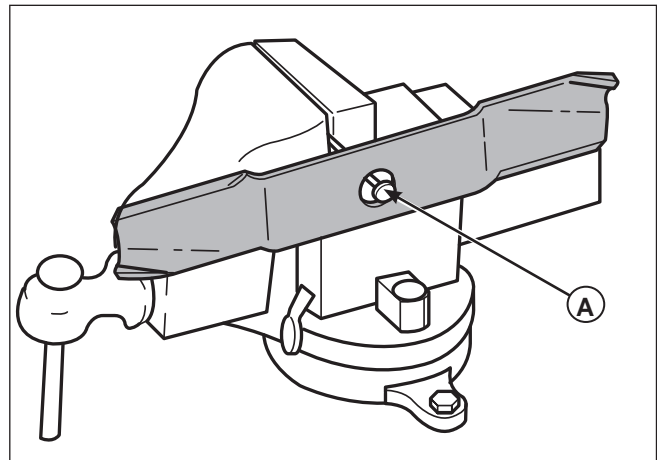

Figura 16. Equilibrio de las cuchillas del cortacésped
2. Consulte la Figura 16. Ponga las cuchillas del cortacésped en una punta en un tornillo de banco y gírelas a la posición horizontal.